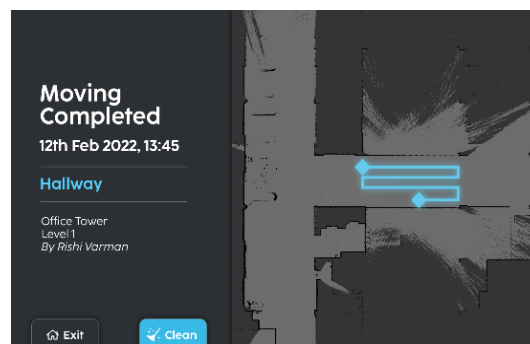

FIGURE 9-9
5. À la fin de la mission, l'application affichera une page de fin de mission (Fig. 9-9).